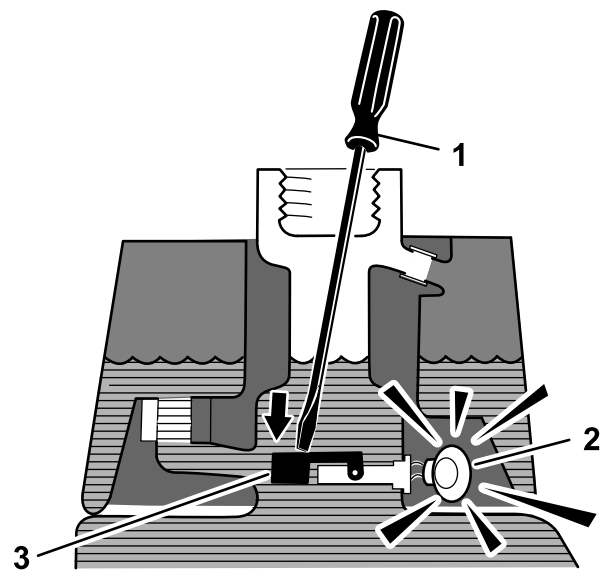

Figura 43
3. Introduzca una varilla o un destornillador limpio en el cuello del depósito y empuje hacia abajo, con cuidado, el flotador del sensor (Figura 43); debe sonar la alarma después de la demora de un segundo.